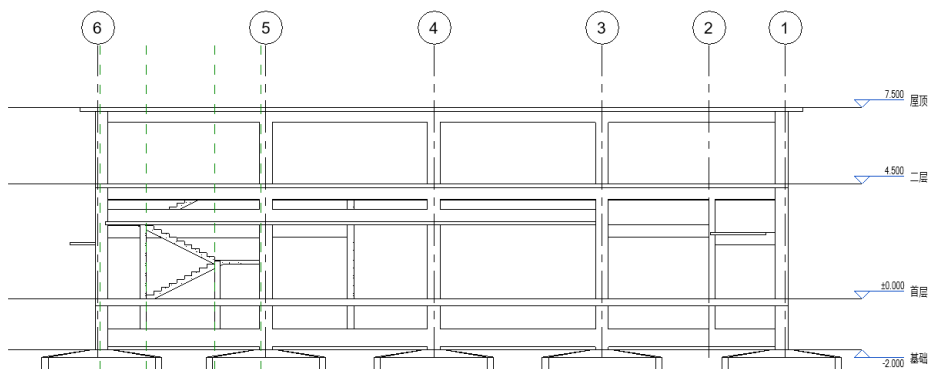

图 15-104 调整标高线
(5) 选择标高线，拖动控制点，调整标高线的长度，如图 15-104 所示。